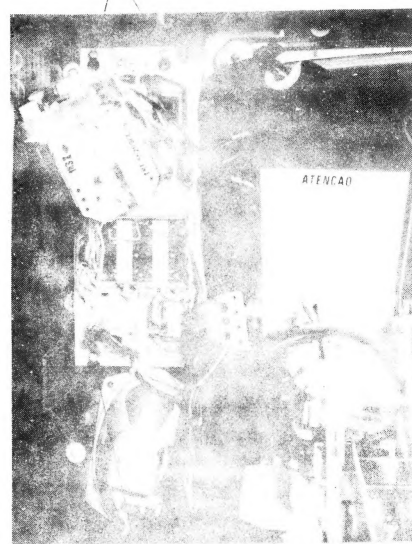

Fig. 2
- 2 - Remova os parafusos **B** (ver fig.2)